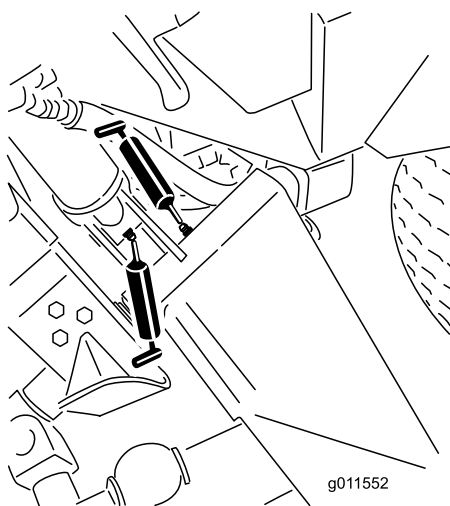
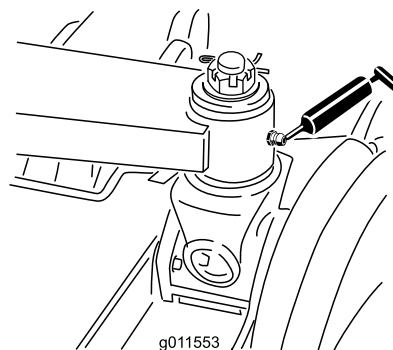

Figura 49
Figura 50
- Seis casquilhos do braço de elevação principal (Figura 49 e Figura 50)